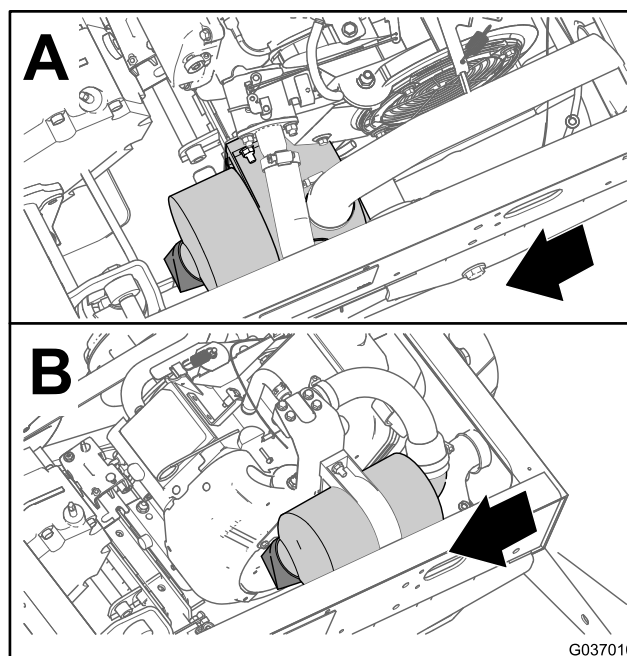
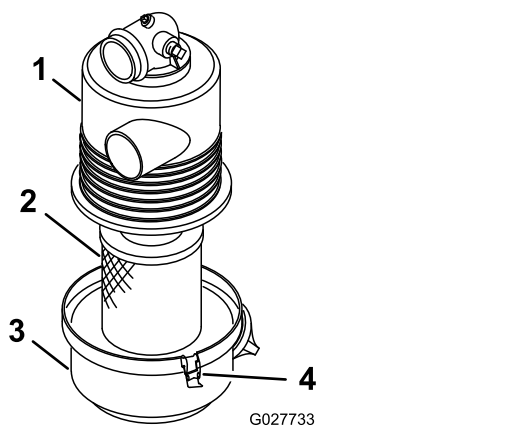

Рисунок 36
Рисунок 37
2. Проверьте корпус воздухоочистителя на отсутствие повреждений, которые могут вызвать утечку воздуха (Рисунок 36 и Рисунок 37).
- Отпустите фиксаторы, крепящие крышку воздушного фильтра на его корпусе (Рисунок 37).
- Отделите крышку от корпуса и очистите внутреннюю поверхность крышки воздушного фильтра (Рисунок 37).
- Вставьте элемент в корпус воздушного фильтра (Рисунок 37).
- Совместите крышку воздухоочистителя с его корпусом (Рисунок 37).
- Закрепите крышку на корпусе фиксаторами (Рисунок 37).